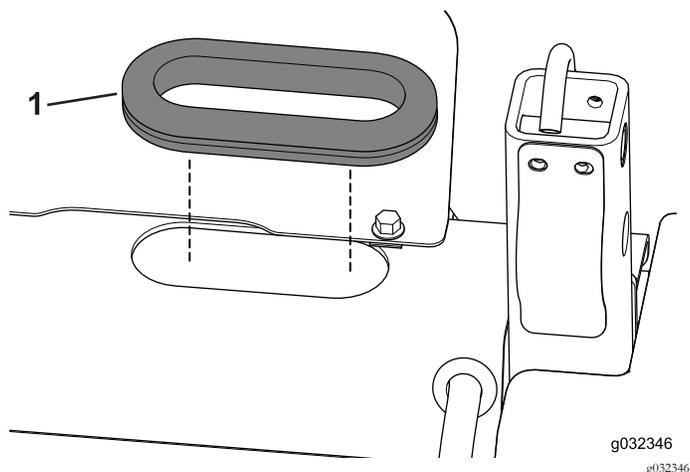

Рисунок 24
3. Установите уплотнительную втулку в отверстие (Рисунок 24).